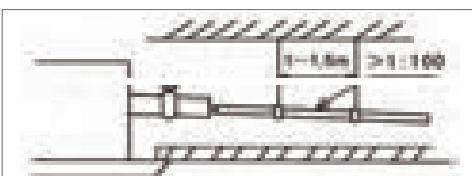

Рис. 2
- Необходимо обеспечить достаточную разницу высот при прокладке дренажного трубопровода. Труба должна быть установлена под углом (1/100-150) для беспрепятственного отвода конденсата (рис. 2).